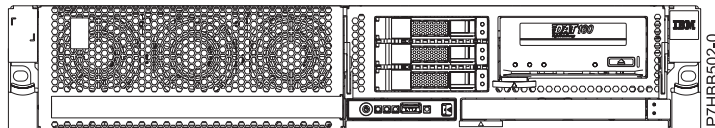

Abbildung 2. Plattenlaufwerk-Rückwandplatine mit Band
11. Bauen Sie die Datenträgereinheit aus, indem Sie die Verriegelung (**A**) hochdrücken und dann die Datenträgereinheit aus dem System ziehen. Siehe Abbildung 2 oder 3, je nach Konfiguration Ihres Systems.